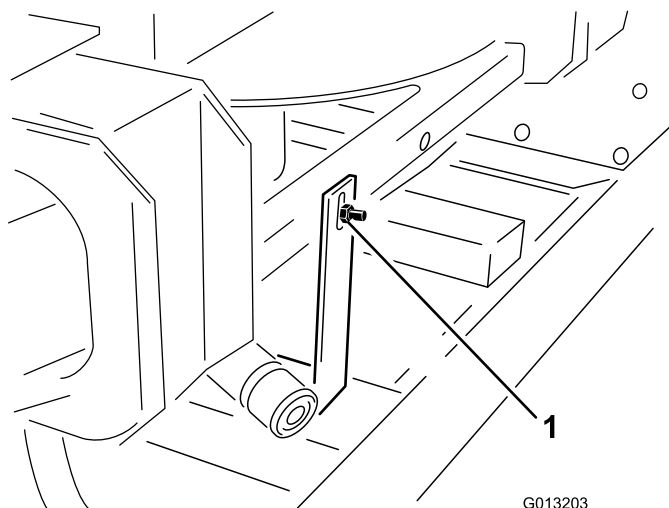

Рисунок 3
2. В задней части двухдискового разбрасывателя удалите болт и гайку на 1/4 x 3/4 дюйма, которые крепят транспортировочный кронштейн подъемного устройства подкормщика ProPass к двухдисковому разбрасывателю (Рисунок 3).